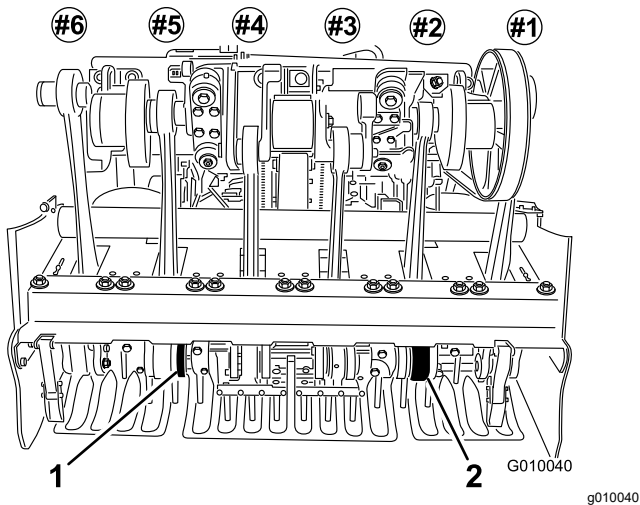

图 25
6. 将打孔针安装到 2 号和 5 号打孔针夹头图 25 拧紧螺栓。